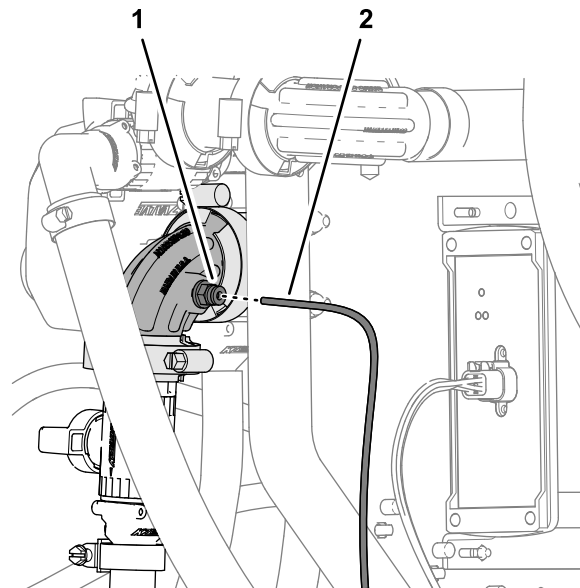

図 137
2. ダッシュボードの水圧計用の水圧検知チューブ樹脂チューブの口を、sprayスティックキットまたは電動ホースリールキット用のシャットオフバルブの 90° フィッティングのチューブカップラ用ロックカラーに合わせる 図 137。
3. 検知チューブをロックカラーに挿入して一番奥まで押し込む 図 137。